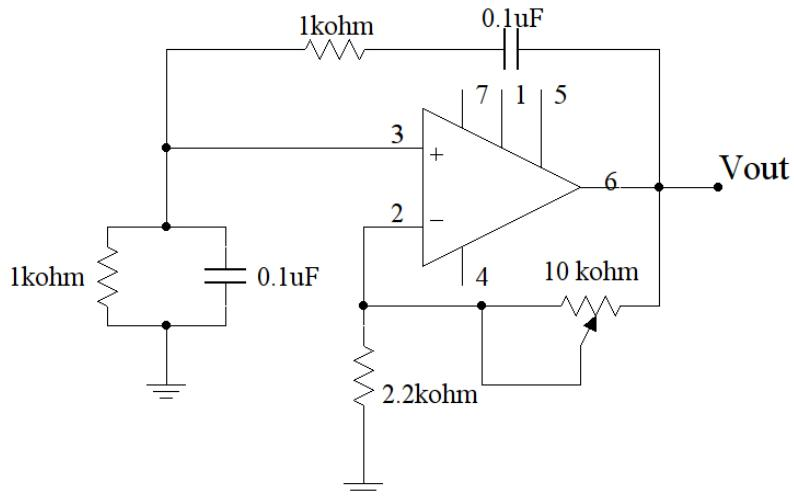

Figura 5: Oscilador en puente de Wien.
- Armar el oscilador en puente de Wien de la Figura 5 alimentando el operacional con tensiones de  $\pm 12$  V.